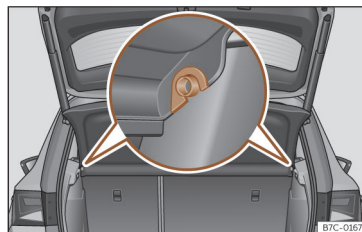

Fig. 158 En el maletero: desmontar y montar la bandeja.
- Desenganche la bandeja de los soportes laterales >>> **fig. 158** tirando de ella hacia arriba y extraiga la bandeja.
- Introduzca la bandeja horizontalmente haciendo coincidir la “herradura” sobre el eje de los soportes >>> **fig. 158**, y presione hacia abajo hasta que encastre.